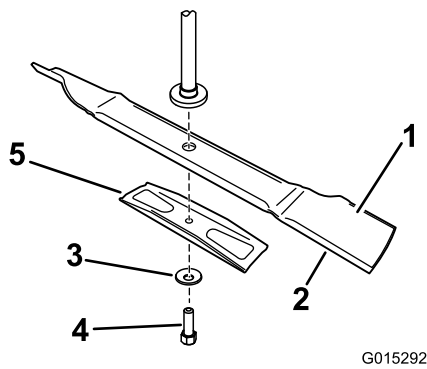

Figura 46
sentido contrário ao dos ponteiros do relógio), a anilha curva, esticador de lâmina e lâmina do eixo (Figura 46).
- Instale a lâmina no veio (Figura 46).
- instale um esticador de lâmina, a anilha curva (lado oval virado para a lâmina) e o parafuso da lâmina (rodando-o no sentido dos ponteiros do relógio) (Figura 46).